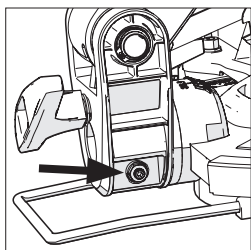

Abb. 11
- Verwenden Sie einen Innensechskantschlüssel, um die Einstellschraube hinein- oder herauszudrehen und so den Winkel anzupassen. **(Abb. 11)**